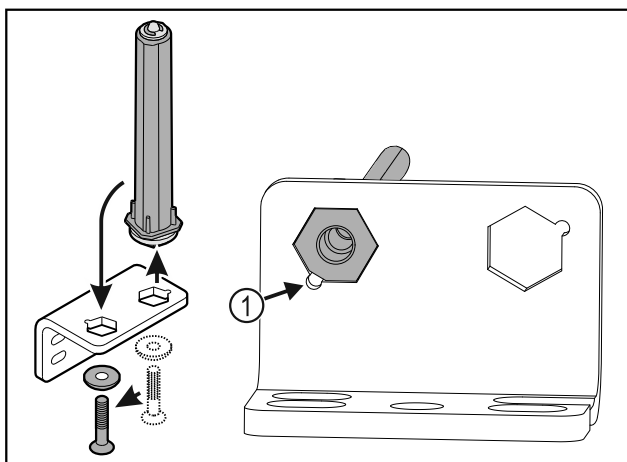

Fig. 38
- ▶ Ügyeljen arra, hogy felhelyezéskor a csapszeg élettörése Fig. 38 (1) a kerek furat felé mutasson.